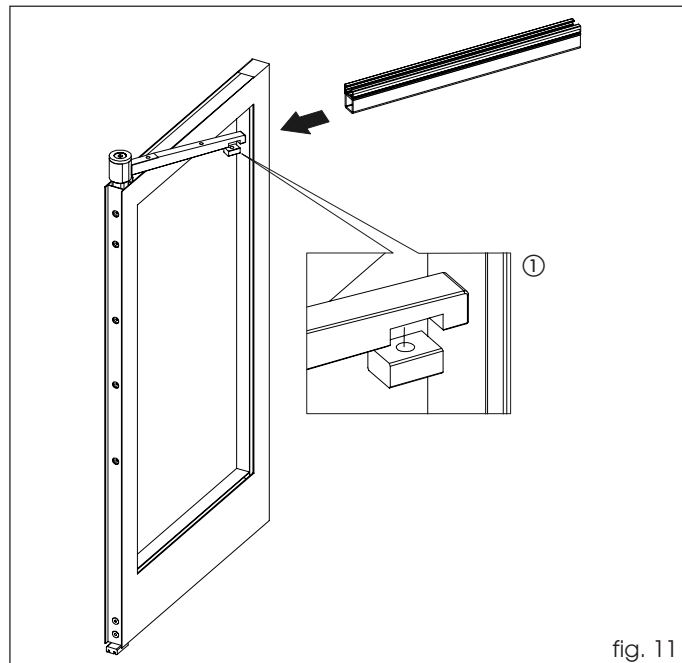

fig. 11
Coloque el bloque debajo de la brida superior (fig. 11 ref. ①) e introduzca la barra como se indica en la figura 11, de modo que coincidan los 3 taladrados de los tornillos prisioneros. Si se utilizan hojas muy ligeras (máx. 50Kg.), coloque la escuadra proporcionada en dotación como se indica en la figura 12 ref. ①, antes de introducir la barra en la brida superior.